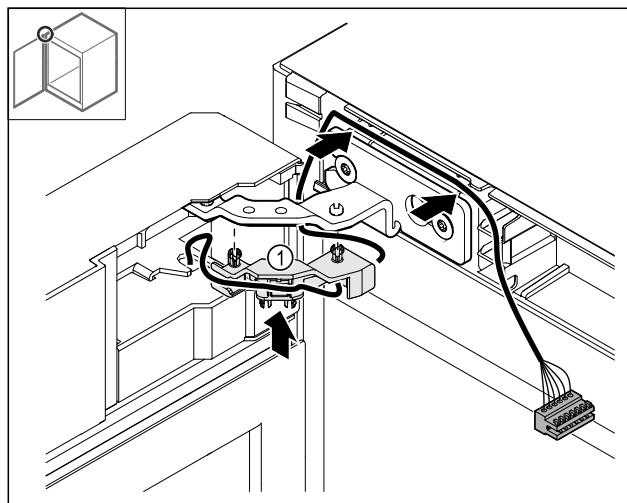

Fig. 48
- Iespiediet kabeļa stiprinājumu Fig. 48 (1) enģē.